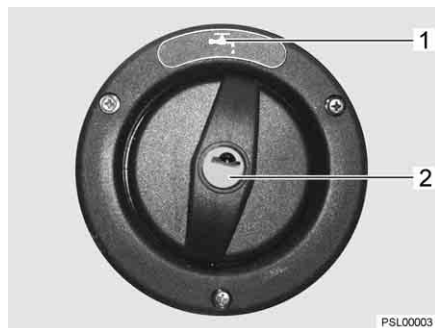

Fig. 195 Coperchio per bocchettone di riempimento dell'acqua potabile
Il bocchettone di riempimento dell'acqua potabile è contrassegnato dal simbolo "H₂O" (Fig. 195,1). Il coperchio viene aperto e chiuso con la chiave per le serrature degli sportelli esterni.
- Inserire la chiave nel cilindro della serratura (Fig. 195,2) e ruotare in senso antiorario di un quarto di giro.